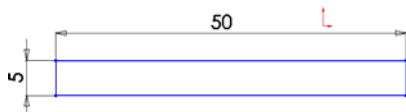

图 10-43 绘制矩形
❶ 建立新文件。选择菜单栏中的“文件”→“新建”命令，或者单击“标准”工具栏中的“新建”图标，在弹出的“新建 solidworks 文件”对话框中选择“零件”图标，然后单击“确定”按钮，创建一个新的零件文件。
❷ 绘制草图。在左侧的“FeatureMannger 设计树”中选择“前视基准面”作为绘图基准面，然后单击“草图”工具栏中的“矩形”图标，绘制一个矩形，标注智能尺寸，如图 10-43 所示。